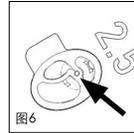

图6
■ 图 6 假体形似铃铛状的一头必须固定在凹槽的底部, 平板状的另一头则固定在特制的孔中, 且表面与测量模具表面完全贴合